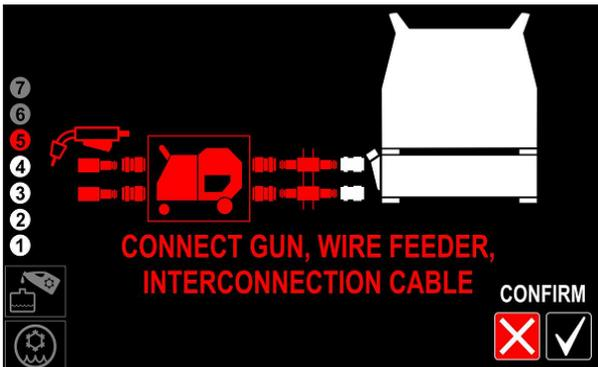

Figure 18
- Raccorder les flexibles de torche au câble d'interconnexion lors de l'utilisation d'une source d'alimentation avec dévidoir de fil séparé - (Figure 18 ou 26).